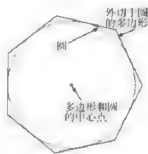

图 3-59
(3) “外切于圆(C)”参数选项: 主要作用是使系统以外切于圆的方式绘制多边形, 如图 3-59 所示。